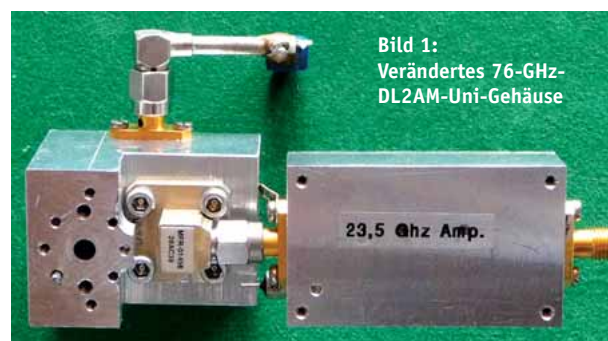
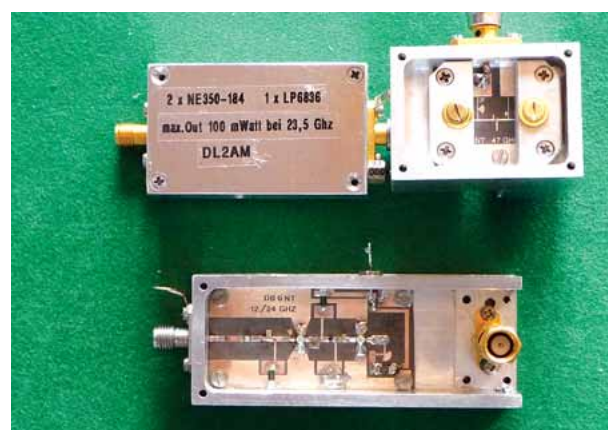

Bild 1:
Bild 3: 12-GHz-/24-GHz-Doppler mit 23,5-GHz-Amp und 47-GHz-Mischer
Zuerst machte ich Versuche mit vorhandenen Bausteinen. Ein Uni-Gehäuse für 76 GHz veränderte ich soweit, dass ich auf der Unterseite anstelle des Multipliers einen Übergang WR 28 anschrauben konnte (Bild 1). Den Hohlleiter (HL) bohrte ich auf 3,9 mm auf und weitete mit der Reibahle auf saubere 4 mm. So war es möglich, meinen 23,5-GHz-Verstärker [2] mit SMA-Stecker an den 47-GHz-Mischer zu schrauben (Bild 2). Aus früheren Versuchen hatte ich noch einen Verdoppler 12 auf 24 GHz, die Platine (PCB) stammt von Michael Kuhne, DB6NT, mit der Nr. 2 [3]. In den Verdoppler setzte ich am 24-GHz-Ausgang nach dem ausgefrästen 18-GHz-HL eine SMA-Buchse zur Auskopplung ein (Bild 3). Nun fehlte noch die PCB für den Mischer, es ist die Nr. 25 von DB6NT, und als Diode versuchte ich es mit der MA46H146. Und schon konnte ich die einzelnen Bausteine testen.